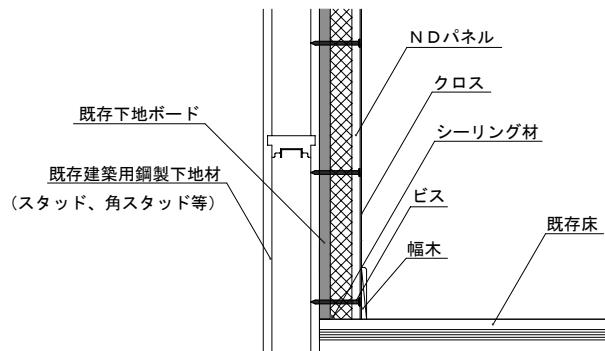

図10 幅木を取り外した場合の壁下端納まり図(例)
④ 壁下端部納まり図（例）[床一壁]
- ・既存の幅木が外せる場合は、取り外して図10のように施工してください。